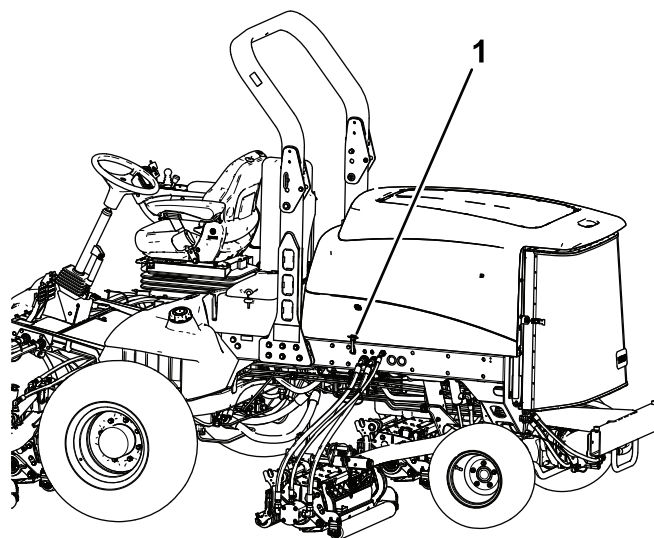

Рисунок 50
2. Разблокируйте защелки капота и откройте капот (Рисунок 50).